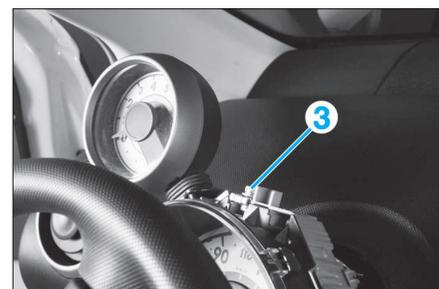

FIG. 39
- Selon équipement, déposer la vis de fixation (3) (Fig.39).